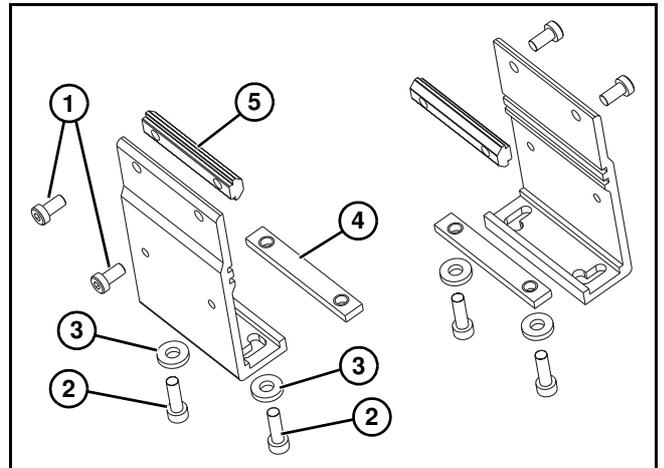

**Abbildung 6**
2. Förderbandteile zusammenfügen und Verbindungshalterungen (**Abbildung 6, Teil 1**) oder Verbindungs-/Montagehalterungen (**Abbildung 6, Teil 2**) und Schrauben (**Abbildung 6, Teil 3**) auf beiden Seiten wie gezeigt installieren.
3. Schraube (**Abbildung 6, Teil 3**) auf beiden Seiten des Förderbands auf 7 Nm festziehen.